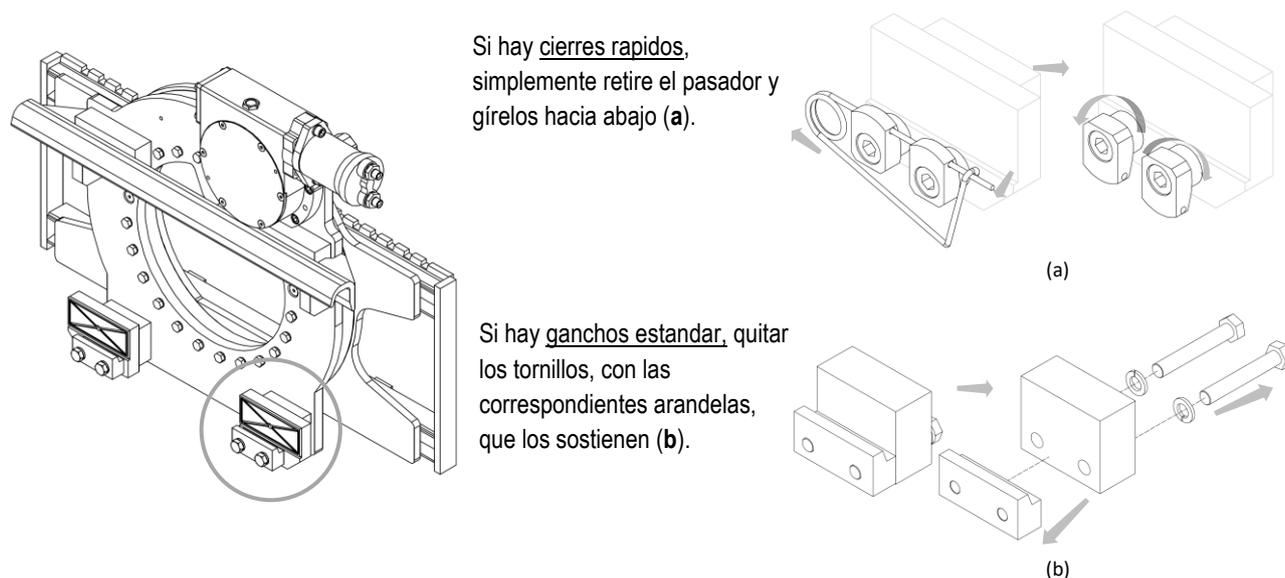

Figura 9
5. Quitar los ganchos inferiores del equipo y engrasar las deslizaderas inferiores (mira *Figura 9*).